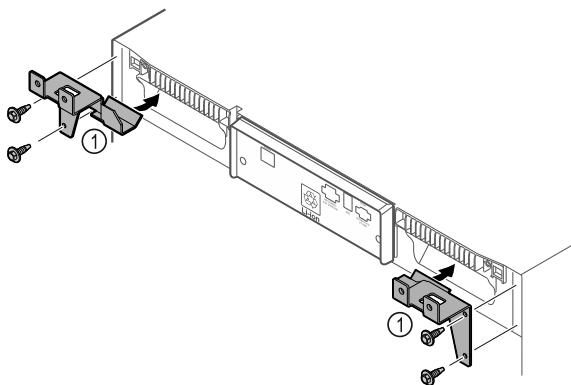

Fig. 10
- Monter holdedeler Fig. 10 (1) med selvskruende skruer på apparatet.